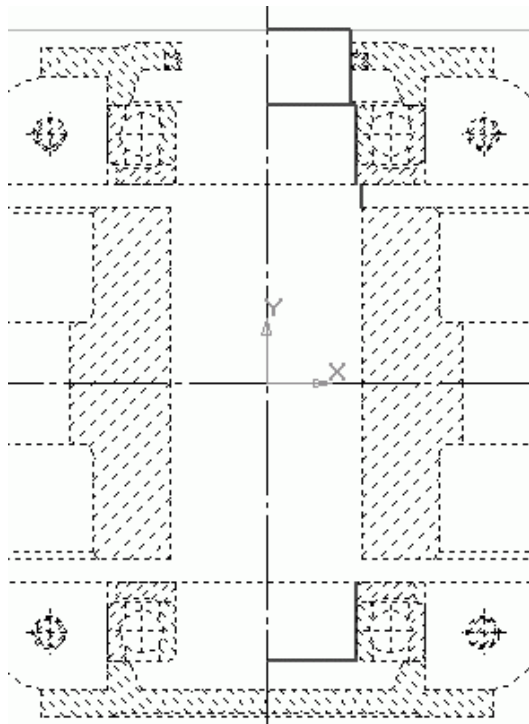

Рис. 2.97. Вычерчивание ведомого вала (все слои, кроме системного и текущего, переведены в фоновый режим)
2. Используя команду Непрерывный ввод объектов или последовательный ввод нескольких отдельных отрезков, сформируйте на слое изображение, показанное на рис. 2.97. Надеюсь, у вас не возникнет никаких трудностей, так как точных параметров или размеров при вводе геометрических объектов задавать не нужно. Все построение осуществляется только при помощи привязок. Единственная вспомога-